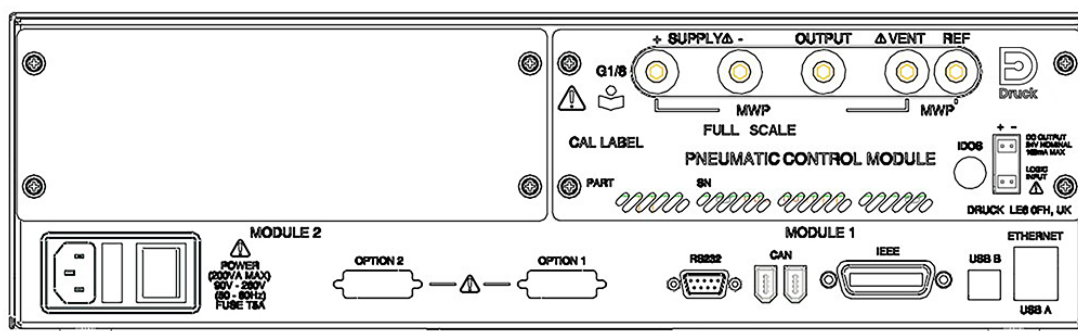

Figura 2-4: Vista Posterior de Módulo de Controle
- O módulo de controle com a maior taxa de pressão é encaixado à direita. Ele é rotulado como Módulo 1 conforme visto a partir da parte posterior do produto. Consulte a Figura 2-4.
- Se dois módulos de controle tiverem a mesma classificação de pressão, o módulo de controle com o maior número de série é posicionado à direita. Ele é rotulado como Módulo 1 conforme visto a partir da parte posterior do produto. Consulte a Figura 2-4.